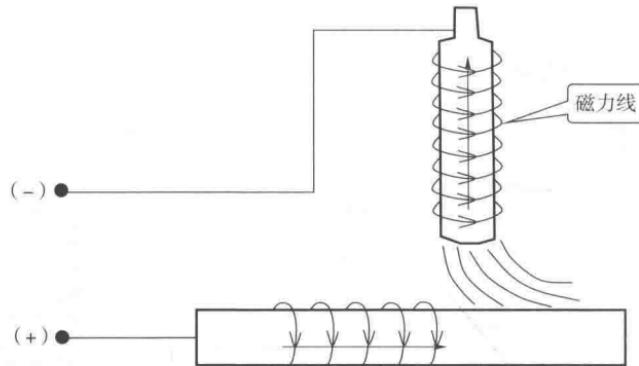

图 1.8 电弧磁偏吹
(3) 磁场的干扰。电弧因受磁场的干扰而造成的偏吹，称为磁偏吹。磁偏吹产生的主要原因是：
① 接地线位置不当引起的电弧偏吹。在图 1.8 中，当焊接电流从焊机“+”极流经焊件，穿过电弧到焊条再进入“-”极，沿途产生的磁力线分布在电流通路的周围，但电流流经焊件拐弯到电弧时，在电弧左右两半部分的磁力线分布就极不均匀，电弧左半部分（在接点方向的一边）的磁力线较右半部分的磁力线密集，结果造成了电弧左半部分的磁场强度大于右半部分的磁场强度，使电弧向磁场强度较小的右侧偏吹，从而产生磁偏吹现象。反之亦然。